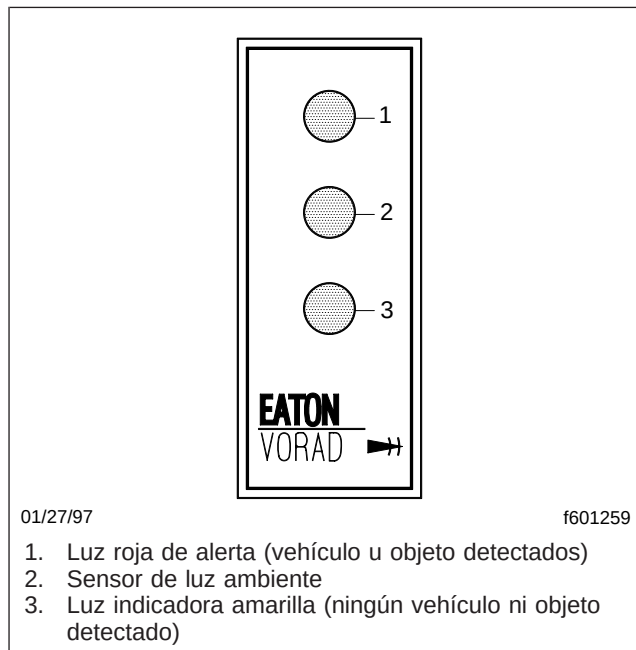

Figura 3.23, Visualización de sensor lateral (EVT-300)
- La luz indicadora amarilla (**Figura 3.23**) está continuamente encendida cuando el sensor lateral (o los sensores) no detecta ningún vehículo.